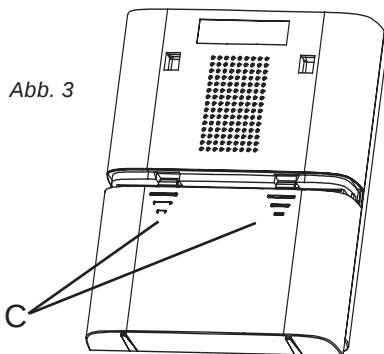

Abb. 3
Zum Entfernen der Batterieabdeckung drücken Sie auf Punkt (C) und schieben Sie die Abdeckung 5 mm zurück. Heben Sie dann die Abdeckung ab. Legen Sie 4 Alkalibatterien LR14 „C“ ein, (nicht im Lieferumfang). Beachten Sie die Polausrichtung (siehe Aufdruck im Batteriefach) (Abb. 3).